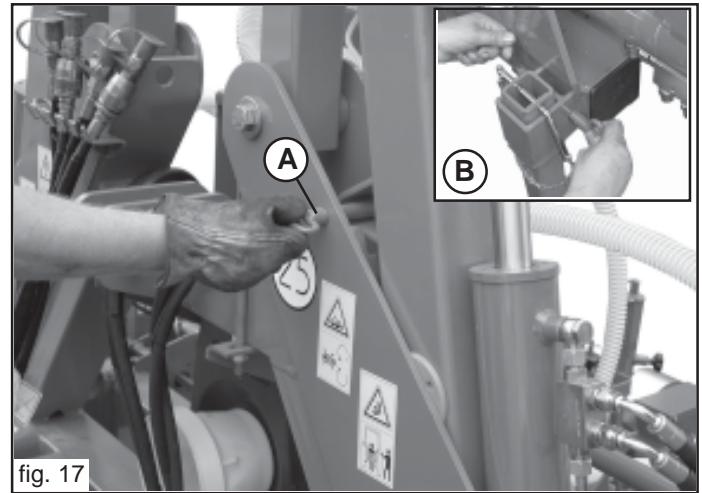

fig. 17
- 4) Sganciare le spine di sicurezza del telaio (A Fig. 17) e riportarle nelle apposite sedi (B Fig. 17).
- 8) Agganciare le spine di sicurezza del telaio nelle apposite sedi (A Fig. 17).